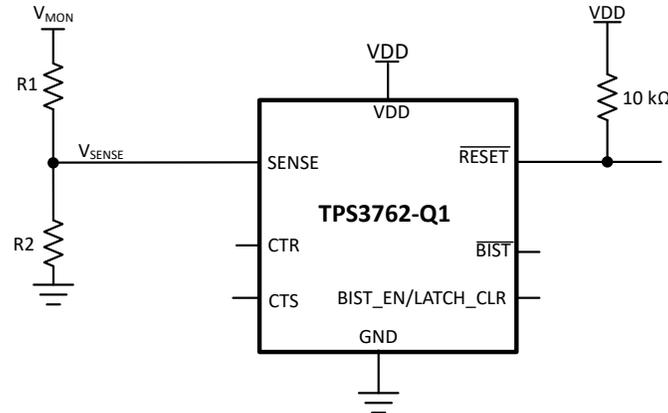

図 8-1. 外付け分圧抵抗による可変電圧スレッシュホールド
図 8-1 に、外付け分圧抵抗を使用して、電圧スレッシュホールドを調整する方法の例を図示します。抵抗は、目標の電圧スレッシュホールドとデバイス部品番号に応じて計算できます。可変電圧スレッシュホールドを設定する場合は、可変タイプ (0.8V スレッシュホールド デバイス) を使用することを TI は推奨しています。このバリエーションは内部抵抗ラダーをバイパスします。
たとえば、図 8-1 に示すように、TPS3762D02OVDDFRQ1 バリエーションを使用して 12V 電源レール (V_{MON}) の過電圧 (OV) を監視する場合を考えます。監視対象の OV スレッシュホールド (V_{MON+}) は、デバイスがリセットをアサートする目的の電圧です。この例では、 V_{MON+} は 35V です。過電圧リセットをアサートするには、センスピンの電圧 V_{SENSE} が正方向の入力スレッシュホールド V_{ITP} と等しくなる必要があります。この例では、 $V_{SENSE} = V_{ITP} = 0.8V$ です。 R_1 と R_2 を使用すると、 V_{MON+} と V_{SENSE} の関係を式 8 に示します。 $R_2 = 10k\Omega$ と仮定し、 R_1 は $R_1 = 427.5k\Omega$ として計算できます。